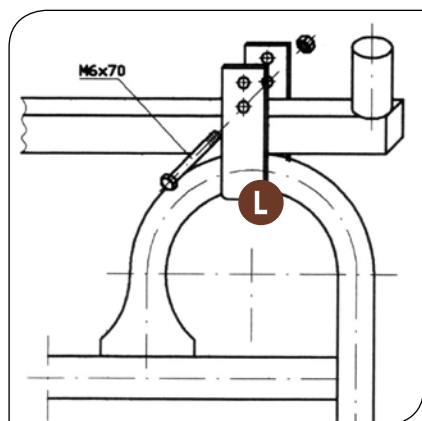

Abbildung 1
- Die zusammengebauten 2 Stangen auf die Panels legen und mit den Befestigungswinkeln **L** verschrauben (siehe Abb. 1). Darauf achten, dass die Bolzen der Stangen **D** nach oben und die Ösen nach außen zeigen.